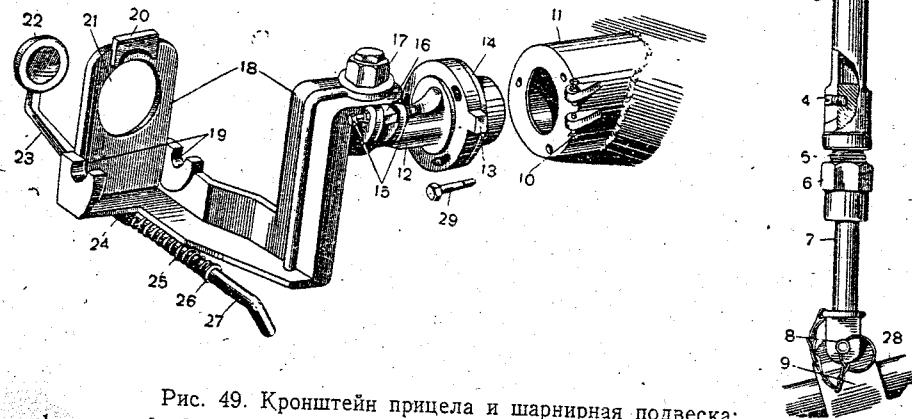

Рис. 49. Кронштейн прицела и шарнирная подвеска:
Кронштейн прицела (рис. 49) служит для жесткого крепления корпуса головной части прицела на качающейся части пушки.
1. Освободить хомутик 9 (рис. 49) подвески на трубе, отвернув на один-два оборота винт, закрепляющий хомутик.